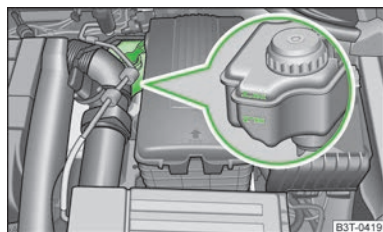

Fig. 160
- Comprobar el nivel de líquido de frenos en el depósito » fig. 160. El nivel debe encontrarse entre las marcas "MIN" y "MAX".